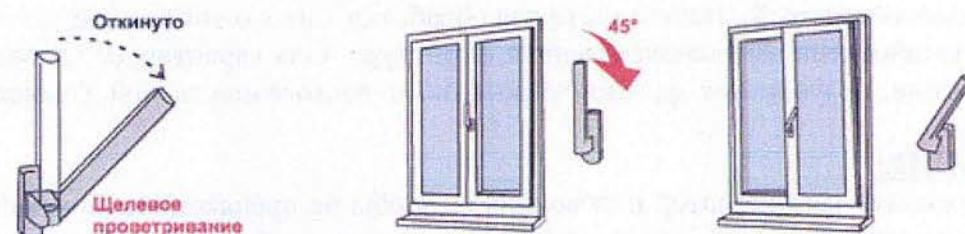

Рис.3
5) Для перевода створки в положение «Проветривание» ручку поворачивают из положения «Откинуто» в положение «Проветривание» на 45 градусов (см. Рис. 3) При этом створка окна (после небольшого поворота относительно нижней горизонтальной оси) фиксируется, будучи неплотно прижатой к раме окна вверху. Зазор между рамой окна и створкой (в верхней части) в данном режиме может составлять от 5 до 10мм. и регулируется небольшим поворотом ручки (щелевой режим).